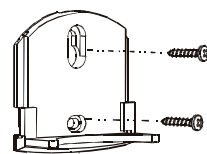

Fig. 15
3. Monter beslag på loft eller væg med vedlagte skruer. Fig. 15 og 16